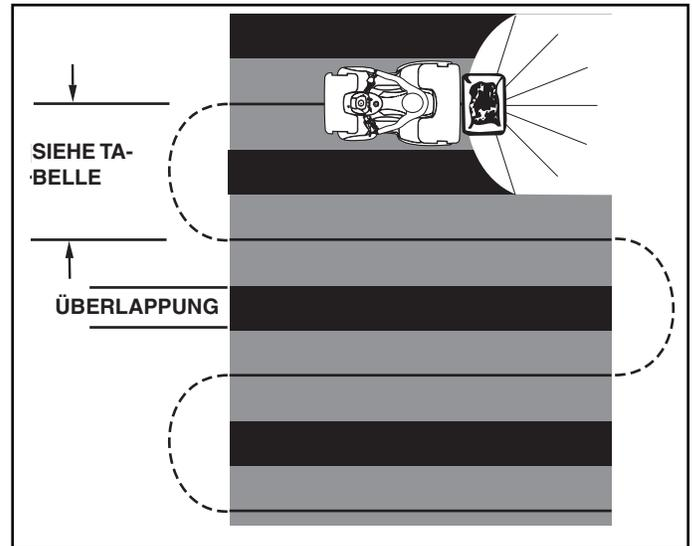

ABBILDUNG 16
6. Setzen Sie das Fahrzeug in Bewegung, öffnen Sie dann die Verschlussplatte des Streuers und schalten Sie den Schalter auf "ON" (AN).
8. Überlappen Sie wie in Abbildung 16 gezeigt bei jeder Bahn das Streumuster leicht mit dem der vorherigen Bahn, um eine einheitliche Abdeckung zu gewährleisten. Die ungefähren Streubreiten für unterschiedliche Materialien finden Sie in der Anwendungstabelle auf dieser Seite.